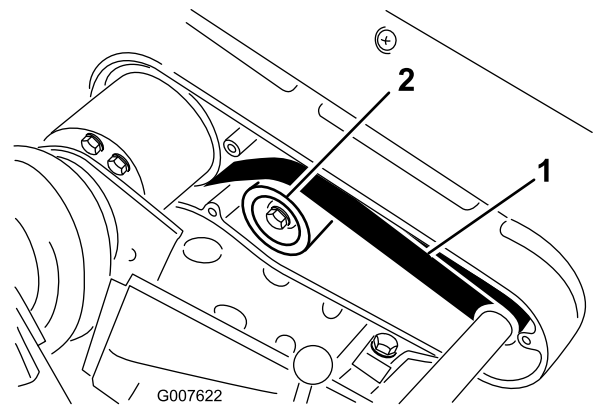

Figura 38
- A. Allentate il dado di fissaggio della puleggia tendicinghia e ruotate la puleggia in senso orario verso il retro della cinghia, fino a ottenere la tensione desiderata (Figura 38).
2. Controllate la tensione premendo la cinghia al centro tra le pulegge (Figura 38) con una forza di 22-26 N.